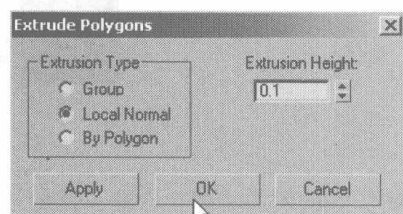

图 4.429
- 14** 框选整个侧面物体，在 Edit Polygons 卷展栏中单击 **Extrude** 右侧的小按钮，在弹出的对话框中设置挤压参数，如图 4.429 所示。